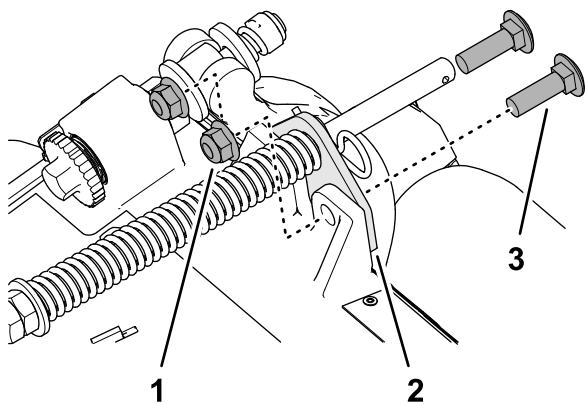

Figure 7
2. Retirez les 2 contre-écrous à embase ( $\frac{3}{8}$  po) et 2 boulons de carrosserie ( $\frac{3}{8}$  x  $1\frac{1}{4}$  po) qui fixent le support du compensateur au cadre de l'unité de coupe (Figure 7).